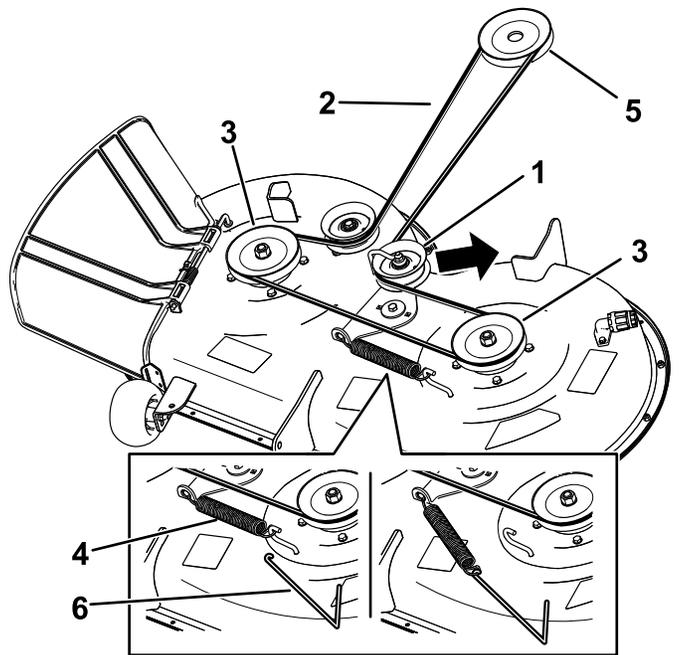

Bild 59
7. Entfernen Sie die Spannscheibenfeder mit einem Werkzeug zur Federentfernung (Toro Bestellnummer 92-5771) vom Mähwerkshaken, um die Spannung von der Spannscheibe zu nehmen, und rollen Sie den Riemen von den Spannscheiben (**Bild 59**).
- Verlegen Sie den neuen Riemen um die Motor- und Mähwerkriemenscheiben (Bild 59).
- Setzen Sie die Spannscheibenfeder mit einem Werkzeug zur Federentfernung (Toro Bestellnummer 92-5771) auf den Mähwerkhebel, um die Spannscheibe und den Mähwerkriemen zu spannen (Bild 59).